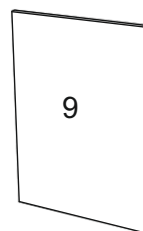

Рис.3
11. Если фасад глухой (дет.9) Рис.3, закрепить на нем петли (поз.2) и установить на шкаф.